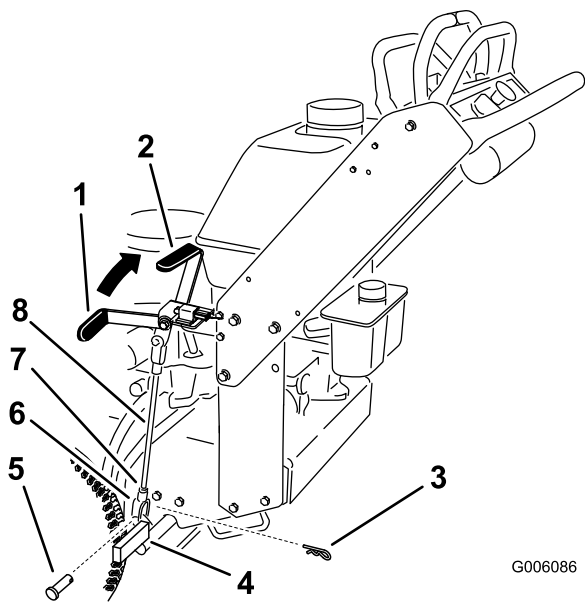

Figure 42
Remarque: Quand le frein est serré, la poignée doit être à la position 1 heure (Figure 42).
5. Desserrez les écrous de blocage supérieur et inférieur (Figure 42).
6. Pour régler le frein, retirez la goupille fendue et l'axe de chape du levier de frein inférieur (Figure 42).
7. Tournez la tige de frein dans les chapes. Pour serrez le frein, allongez la tige entre les chapes. Pour desserrer le frein, raccourcissez la tige entre les chapes (Figure 42).
8. Fixez la chape au levier de frein inférieur avec la goupille fendue et l'axe de chape (Figure 42).
9. Serrez les écrous de blocage supérieur et inférieur (Figure 42).